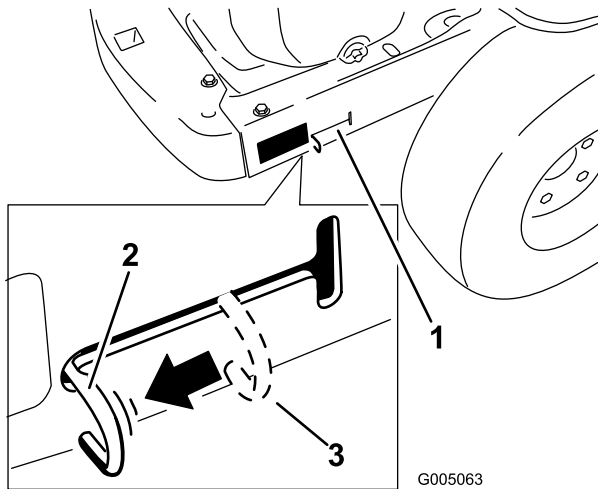

Figura 17
4. Mueva las palancas de desvío hacia atrás y luego hacia abajo para bloquearlas en esa posición, según se muestra en Figura 17, para desengranar los motores de rueda. Repita en el otro lado de la máquina.
Mueva las palancas de desvío hacia arriba y empújelas hacia adelante, al **centro** de la ranura horizontal (Figura 17) para engranar los motores de rueda.